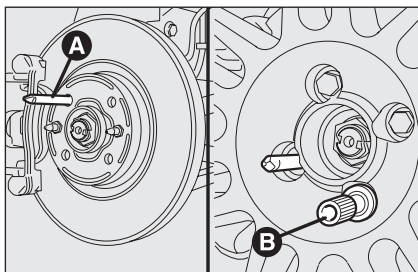

fig. 9
- visser le pion de centrage **A**-fig. 9 dans l'un des trous des boulons présents sur l'enjoliveur;